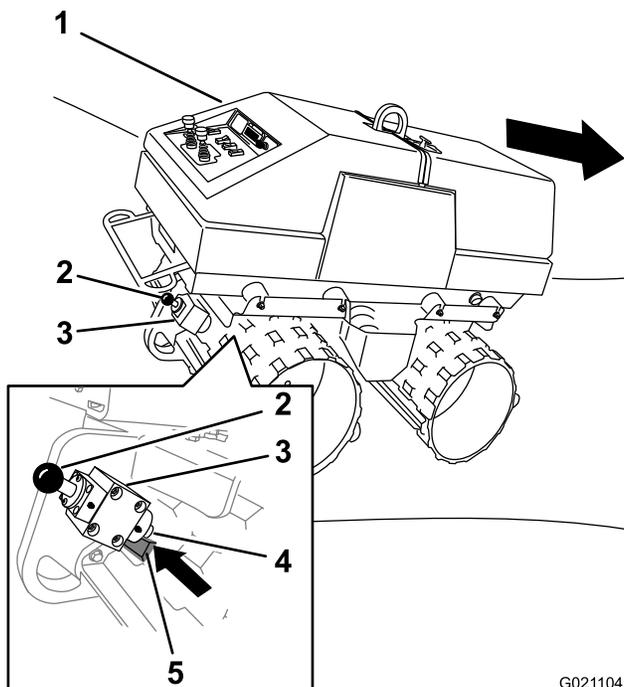
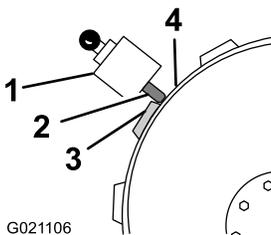
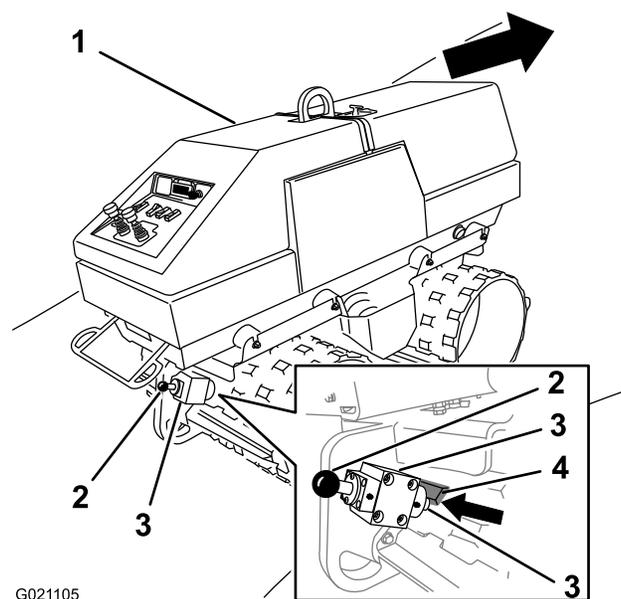
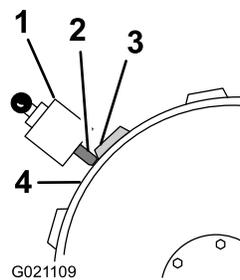

Figure 31
Figure 32
Figure 33
Figure 34
6. Relâchez lentement le pommeau du frein de stationnement et laissez-le se rétracter dans son boîtier jusqu'à ce que le plongeur soit en appui contre le côté de la plaquette de tambour et la surface du tambour (Figure 32, Figure 31, Figure 34 et Figure 33).
- Lorsque la machine est stationnée **en descente** – alignez le côté de la plaquette du tambour qui **tourne vers le haut** contre le côté du plongeur du frein de stationnement (Figure 32 et Figure 31).
- Si la machine est stationnée en **montée** – alignez le côté de la plaquette du tambour qui **tourne vers le bas** contre le côté du plongeur du frein de stationnement (Figure 34 et Figure 33).
2. Relâchez doucement la poignée du frein de stationnement et laissez-la se rétracter jusqu'à ce que le frein soit en appui dans le verrou de rétraction (Figure 31 et Figure 33).